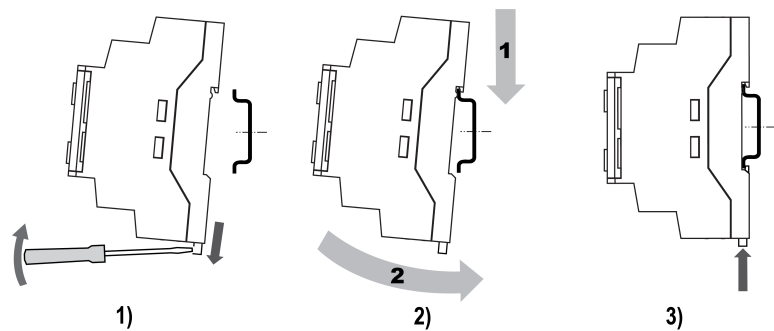

Рисунок 5.2 – Монтаж и демонтаж прибора
2. Вставив отвертку в проушину, оттянуть защелку (см. рисунок 5.2, 1).
3. Прижать прибор к DIN-рейке (см. рисунок 5.2, 2).
4. Вернуть отверткой защелку в исходное положение (см. рисунок 5.2, 3).
1. Отсоединить съемные части клемм от прибора (см. рисунок 5.2).